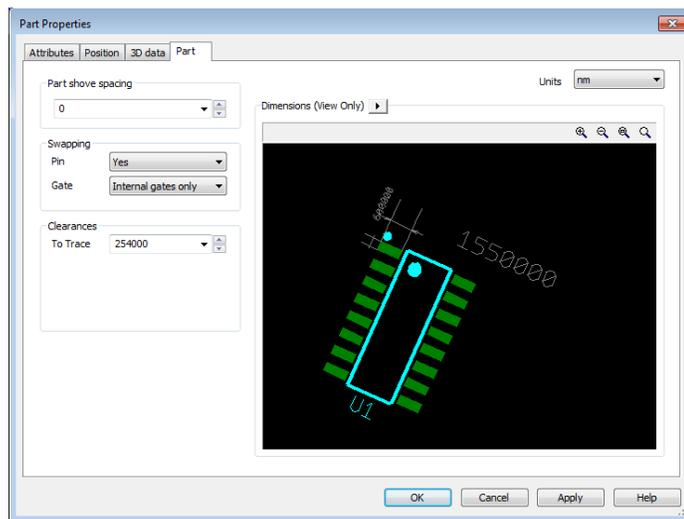

Figura 2.13 – Alteração do dimensionamento de dispositivos utilizando a janela "Part Properties".
- **Aba "Part"**: nesta aba é possível fazer a alteração dos parâmetros de dimensão do componente conforme ilustra a Figura 2.13.